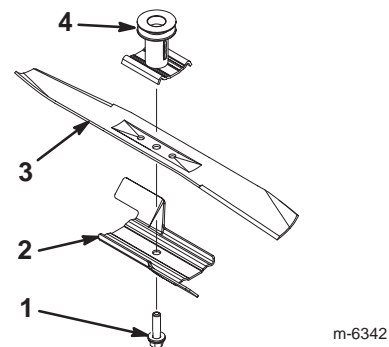

Figure 15
2. Enlevez le boulon de lame, l'accélérateur et la lame (Fig. 15).
1. Installez une lame Toro équilibrée et bien affûtée, l'accélérateur et le boulon de lame (Fig. 15).